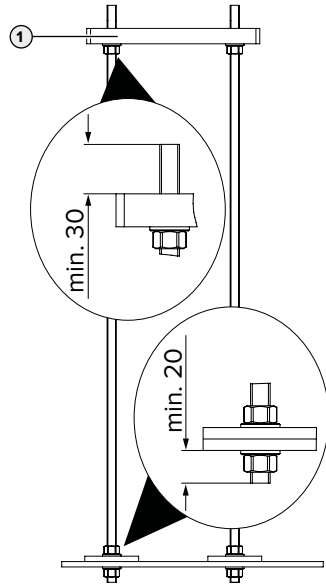

Fig. 2: Posizione delle rondelle e dei dadi [mm]
- ▶ Bloccare gli acciai piatti con rispettivamente un dado e una rondella, attenendosi alla Fig. 2. Assicurarsi che il set di montaggio per fondazione sia stato allineato in orizzontale.
- ▶ Montare la piastra di fondazione (1) (disponibile come accessorio) sul set di montaggio per fondazione tenendo conto della Fig. 2.